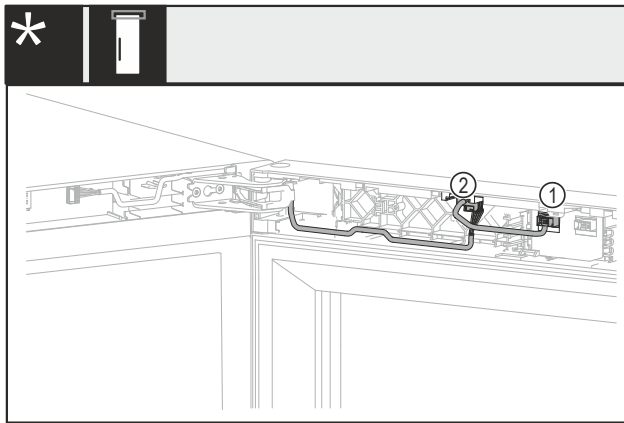

Fig. 19 Ohne Schloss oder mit mechanischem Schloss*
- ▶ Stecker Fig. 19 (1) herausziehen.*
- ▶ Stecker Fig. 19 (2) herausziehen.*